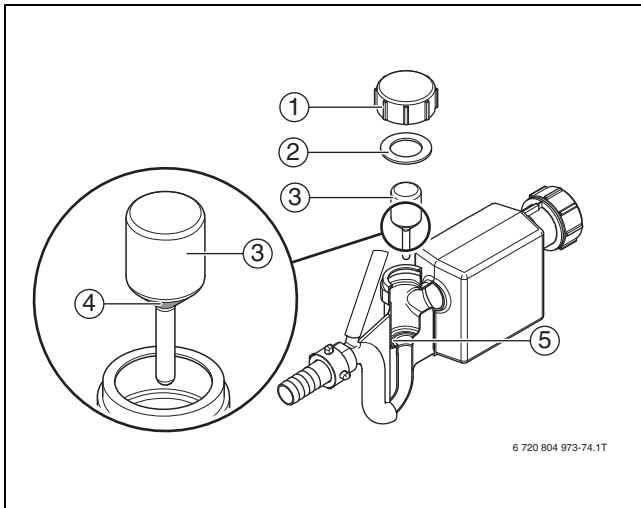
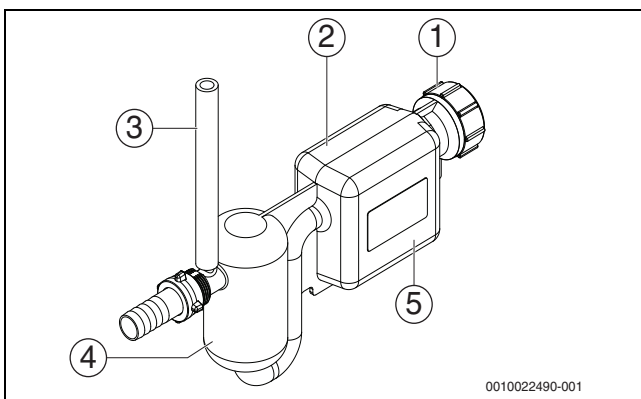
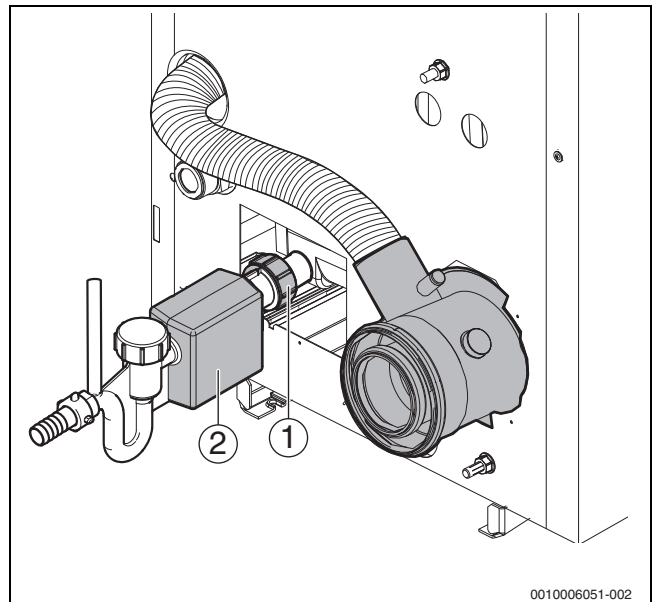

Bild 77 Siphon reinigen, Version 1
Bild 78 Siphon, Version 2
Bild 79 Kondensatwanne reinigen; dargestellt mit Siphon Version 1
Je nach Fertigungsstand können unterschiedliche Versionen des Siphons ausgeliefert oder montiert sein (→ Bild 77 und 78). Die Verwendung eines Siphons ohne Schwimmer (Version 2) ist nur in Verbindung mit einem am Kessel installierten Druckwächter zur Abgasüberwachung zulässig. Dieser Siphon darf auch im Ersatzteillfall ausschließlich für Kessel mit Druckwächter zur Abgasüberwachung eingesetzt werden.
- ▶ Verschraubung am Anschlussstutzen der Kondensatwanne [1] lösen und Siphon [2] abnehmen (→ Bild 79).
- ▶ Siphon (→ Bild 77)) an den Anschlussstutzen der Kondensatwanne (→ Bild 79) schrauben.
- ▶ Siphon (→ Bild 78; Ausgleichsvolumenbehälter [4] und Schmutzauffangbehälter [5]) mit Wasser befüllen.
- ▶ Siphon (→ Bild 78) an den Anschlussstutzen der Kondensatwanne (→ Bild 79) schrauben.
- ▶ Über den Entlüftungsschlauch (→ Bild 78, [3]) Wasser nachfüllen und dabei sicherstellen, dass der Siphon vollständig mit Wasser gefüllt ist.
Je nach Fertigungsstand können unterschiedliche Versionen des Siphons ausgeliefert oder montiert sein (→ Bild 77 und 78). Die Verwendung eines Siphons ohne Schwimmer (Version 2) ist nur in Verbindung mit einem am Kessel installierten Druckwächter zur Abgasüberwachung zulässig.